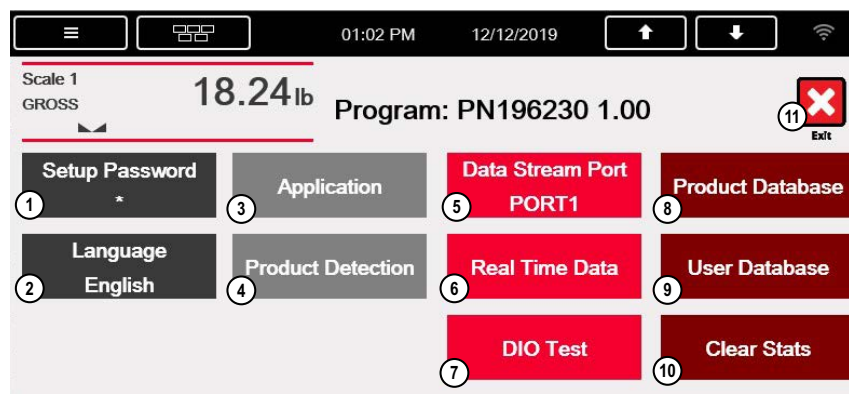

Figura 4-1. Menú de configuración
5. Envía la cadena de datos (Apartado 4.6 en la página 27) por el puerto configurado (ya sea el puerto 1 o el cliente TCP 1). Consulte el Figura 4-1 en la página 23.
1. Pulse Setup (Configuración) en la pantalla del modo de pesaje. Consulte el Figura 4-1.